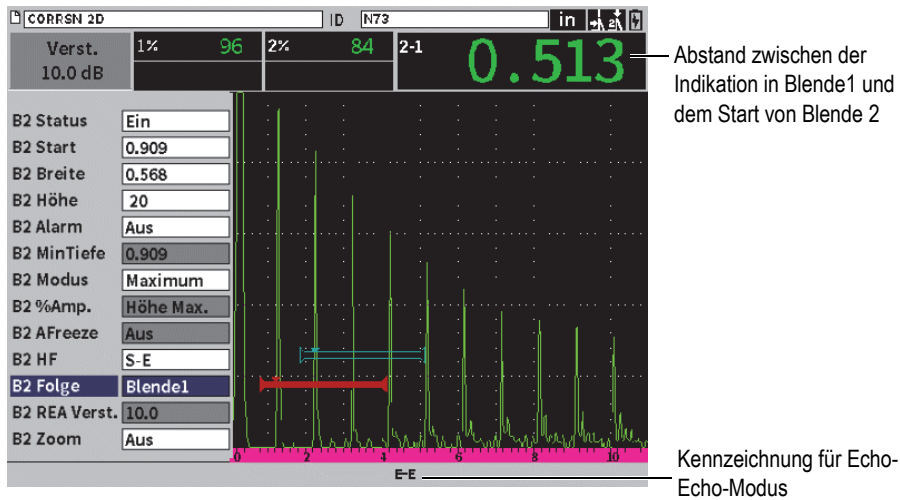

Abbildung 7-7 Messung im Echo-Echo-Modus (Beispiel)
5. Wählen Sie das Symbol für **Blende2** () aus und stellen Sie dann **B2 Status** auf **Ein** ein (siehe Abbildung 7-7 auf Seite 102).